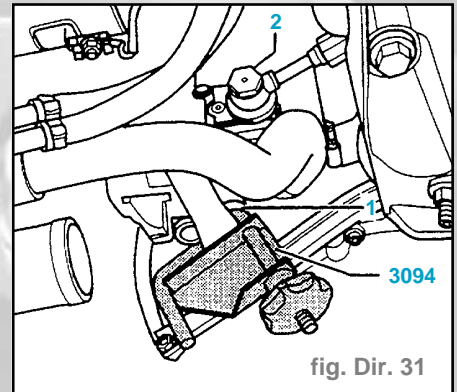

fig. Dir. 31
- Retirer la pince pour flexibles (1) de la conduite d'aspiration (fig. Dir. 31).
- Serrer la vis creuse du flexible de pression (2) à 5 daN.m (fig. Dir. 31).